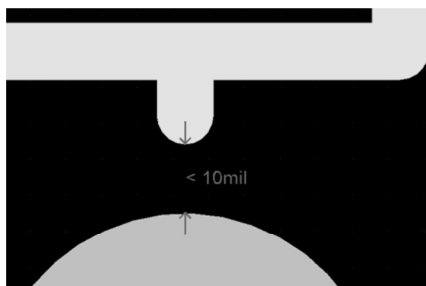

Рис. 4.24. Нарушение правила Silkscreen Over Component Pads (Шелкография поверх контактных площадок)
6. Приводится подробное описание нарушения. К примеру, каждое нарушение типа **Silkscreen over Component Pads** (Шелкография поверх контактных площадок) будет отображаться, как показано на рис. 4.24. В данном случае программа показывает, что расстояние между рисунком шелкографии и контактной площадкой меньше 10 mil, разрешенных